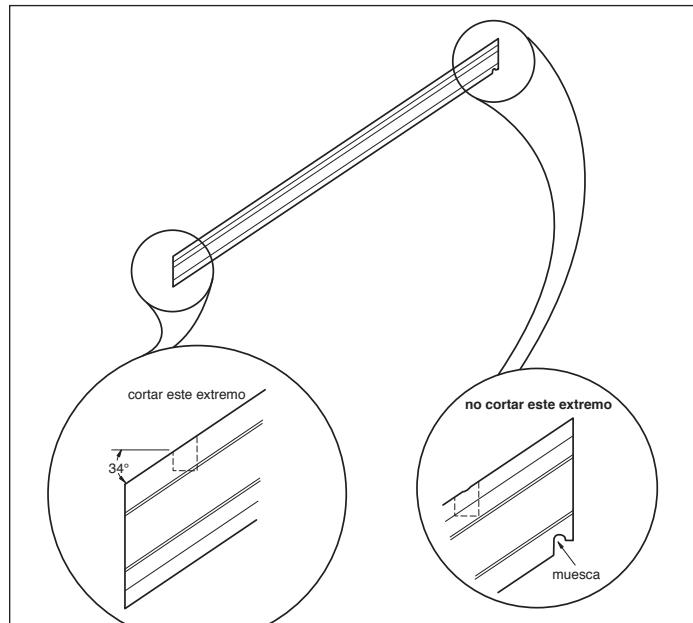

fig. 2
Paso 1: Mide la distancia entre los postes y, si es necesario, corta los rieles de 2x4 a medida recortando el extremo sin muesca. Los balaustres y los rieles fueron colocados a 34 grados, de modo que si necesitas cortar los rieles y el pasamanos, córtalos en un ángulo de 34 grados (**fig. 2**). Corta el pasamanos en el mismo extremo que los rieles.